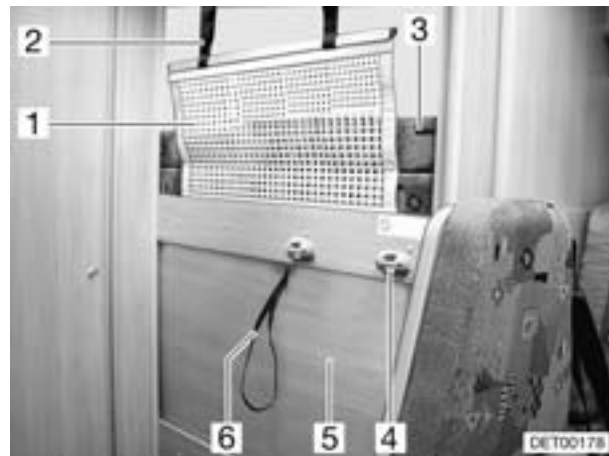

Bild 79 Etagenbett (Variante 2)
- An Schlaufe (Bild 79,6) ziehen und Bett (Bild 79,5) nach hinten kippen.
- Matratze (Bild 79,3) von oberem Bett nehmen und auf unteres Bett auflegen.
Zum Besteigen des oberen Bettes die Aufstiegsleiter benutzen. Sie wird mit den Holmen in die Halterung (Bild 79,4) an der Bettkante eingehängt.
Das Sicherungsnetz (Bild 79,1) ist serienmäßig zwischen Matratze und Lattenrost verstaut. Das Sicherungsnetz erst aufspannen, wenn sich die Personen bereits im Bett befinden. Zum Aufspannen die Haltebänder (Bild 79,2) in die an der Decke angebrachten Halterungen einrasten.